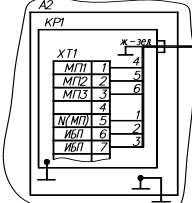

Рис. 1.6
8. При отсутствии A10 (ИБП) подключение УТ/ТРК согласно рис. 1.6.